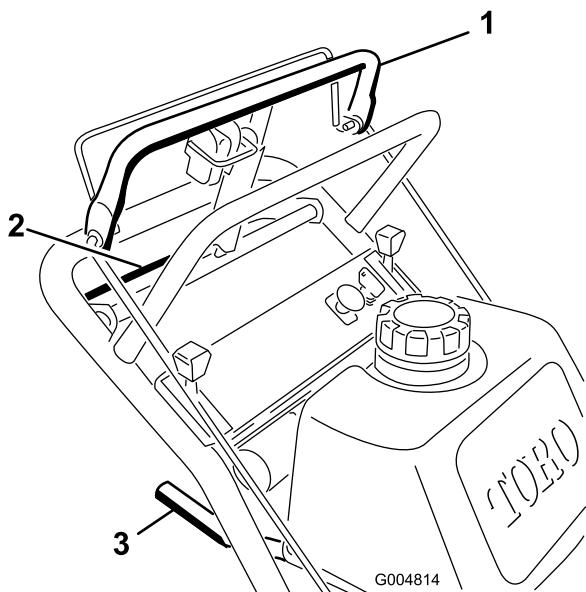
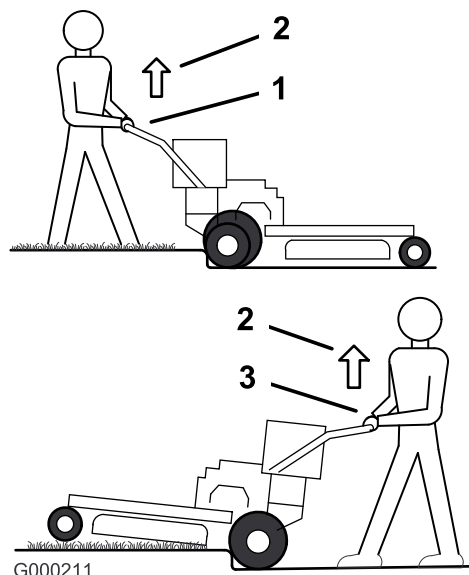

Bild 10
Bild 11
1. Legen Sie einen Vorwärtsgang ein, um vorwärts zu fahren (Bild 10).
3. Drücken Sie langsam auf den oberen Schaltbügel, um vorwärts zu fahren (Bild 10).
Üben Sie zum Geradeausfahren einen gleichmäßigen Druck auf beide Enden des oberen Schaltbügels aus (Bild 10).
Reduzieren Sie zum Wenden den Druck auf die Seite des oberen Schaltbügels in der Richtung, in der Sie wenden möchten (Bild 10).
3. Drücken Sie den unteren Schaltbügel und den unteren Griff langsam zusammen, um rückwärts zu fahren (Bild 10).
3. Fahren Sie die Maschine, bis die Laufräder den Bordstein berühren (Bild 11).
4. Drücken Sie den unteren Bügel nach unten, um die Maschine vorne anzuheben (Bild 11).
5. Fahren Sie die Maschine, bis die Räder den Bordstein berühren (Bild 11).
6. Senken Sie die Maschine vorne ab (Bild 11).
7. Aktivieren Sie den unteren Schaltbügel und heben Sie gleichzeitig den unteren Griff hoch, um über den Bordstein zu fahren (Bild 10 und Bild 11).
3. Fahren Sie die Maschine, bis die Räder den Bordstein berühren (Bild 11).
4. Aktivieren Sie den unteren Schaltbügel und heben gleichzeitig den unteren Griff hoch (Bild 10 und Bild 11).